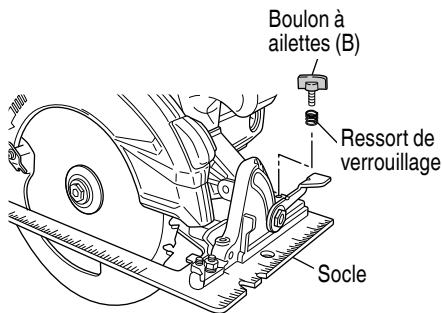

Fig. 10
3. Réglage du guide (garde de refente) (Fig. 10, 11).....Accessoire en option